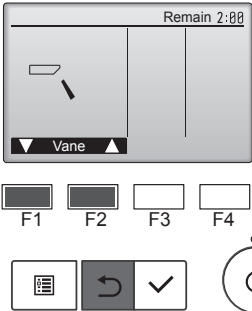

Fig. 7-4
- ② Қалақша жұмысының экранын көрсету үшін [ТАҢДАУ] түймесін басыңыз да, [F1] және [F2] түймелерін автоматты қалақшаны тексеру үшін басыңыз. (Fig. 7-4)